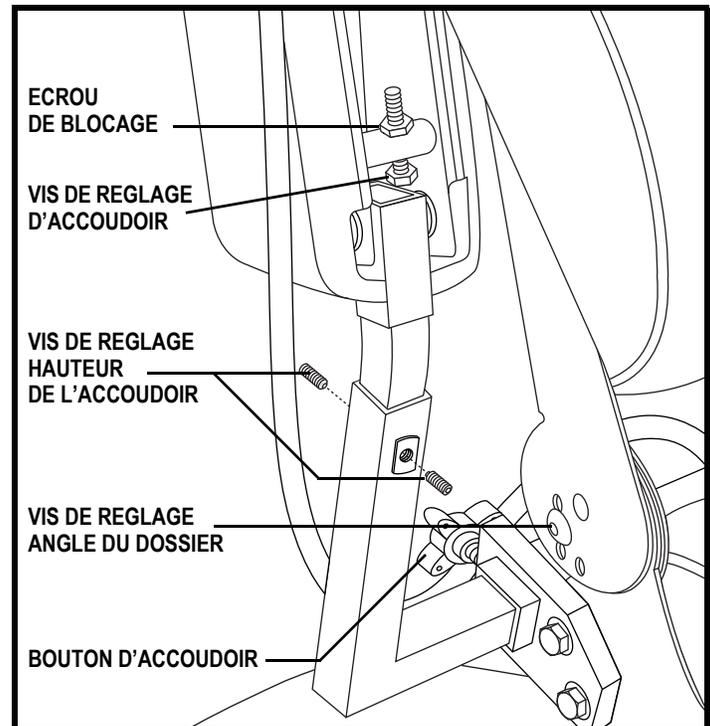

Figure 18. Réglages accoudoirs et dossier
Si votre fauteuil motorisé est équipé d'un siège à dossier inclinable, vous pouvez changer l'inclinaison du dossier. Le levier est situé sur le côté de la base du siège. **Voir la figure 18.**
1. Retirez la vis de réglage de l'inclinaison du dossier de chaque charnière. **Voir la figure 18.**
1. Repérez les deux boutons de réglage sur le support des accoudoirs. **Voir la figure 18.**
1. Relevez l'accoudoir perpendiculaire au plancher. **Voir la figure 18.**
1. Desserrez les vis de blocage sur les dos de chaque support d'accoudoir. **Voir la figure 18.**